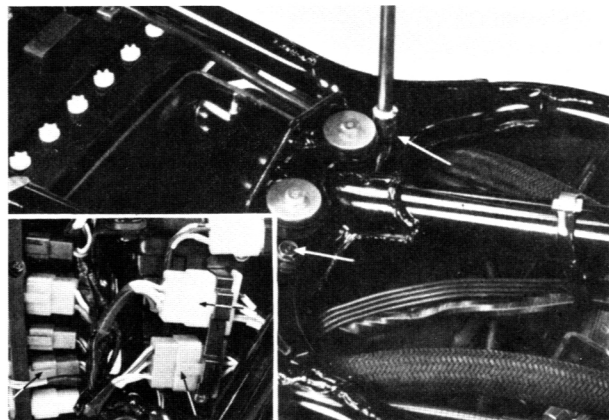

Bild 24
- Unter Bezug auf Bild 24 die zwei Befestigungsschrauben des Ansaugtrichters entfernen und die drei Steckverbindungen abtrennen.